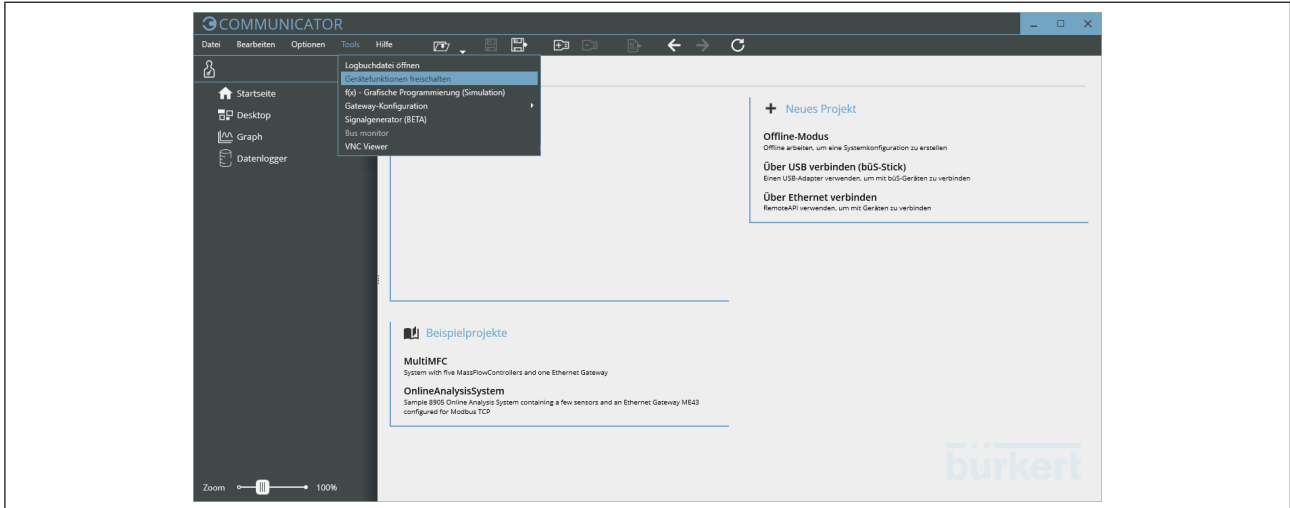

Fig. 32: Activer la licence
- **Autoriser les fonctions de l'appareil** (voir „Fig. 32: Activer la licence“)